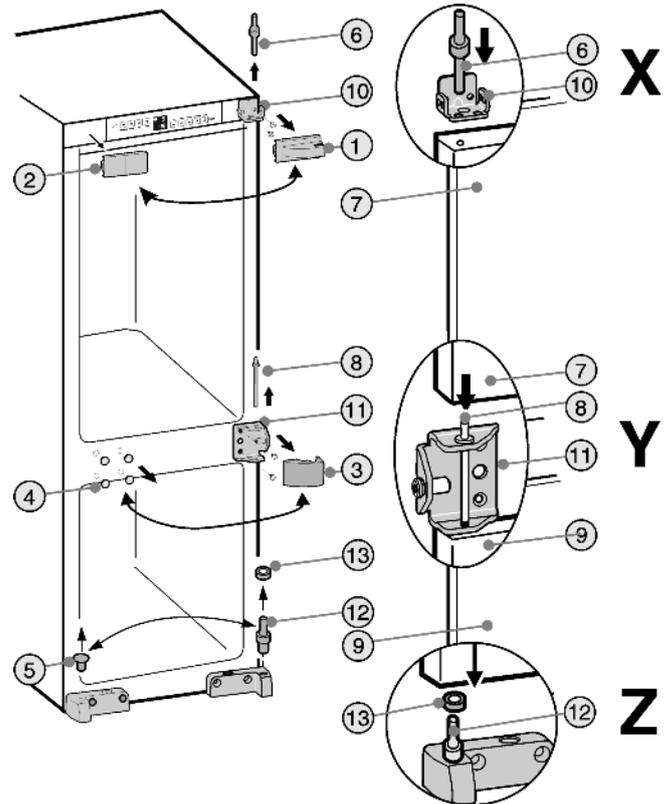

Fig. 3
- Desmonte las piezas de cubierta Fig. 3 (1,2,3,4,5).
- Extraiga el pasador del cojinete superior Fig. 3 (6) de la puerta del frigorífico Fig. 3 (7).
- Bascule la puerta del frigorífico Fig. 3 (7) ligeramente hacia delante y elévela.
- Desatornille el centro del pasador del cojinete Fig. 3 (8).
- Desmonte la puerta del congelador Fig. 3 (9).
- Desatornille la parte superior Fig. 3 (10) y el centro del pasador del cojinete Fig. 3 (11) y, en la parte opuesta, vuelva a atornillar con los mismos tornillos.
- Reinstale la parte inferior del pasador del cojinete Fig. 3 (12) con una arandela Fig. 3 (13).
- Coloque la parte inferior de la puerta del congelador en el pasador del cojinete Fig. 3 (12) y la arandela Fig. 3 (13). **Detalle Z**
- Introduzca el centro del pasador de cojinete Fig. 3 (8) por el centro del soporte Fig. 3 (11) del cojinete de la puerta y atorníllelo firmemente. **Detalle Y**
- Instale la puerta del frigorífico en el centro del pasador de cojinete Fig. 3 (8). **Detalle Y**
- Introduzca la parte superior del pasador de cojinete Fig. 3 (6) a través del orificio exterior del soporte Fig. 3 (10) del cojinete de la puerta del frigorífico Fig. 3 (7) y atornille firmemente. **Detalle X**
- Vuelva a montar las piezas cubierta Fig. 3 (1,2,3,4,5) en la parte opuesta girándolas 180°.